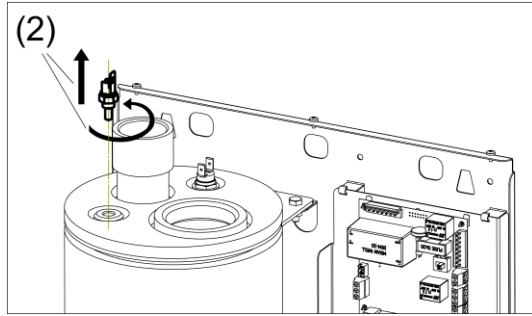

Рисунок 14. Замена датчика температуры теплоносителя
- (1) Отсоедините все провода подходящие к контактору (см. рис. 14).
- (2) Нажмите плоской отвёрткой на “язычок” контактора.
- (3) Немного поверните контактор в сторону.
- (4) Снимите контактор с DIN-рейки.
- (5) Установите новый контактор на DIN-рейку взамен прежнему.
- (6) Подсоедините к контактору провода в